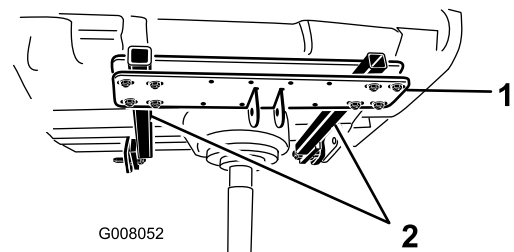

Figure 5
2. Montez sans les serrer les bras de support sur la barre transversale avec (8) vis 1/2 x 4", (16) rondelles et (8) contre-écrous. Positionnez comme illustré à la Figure 5.